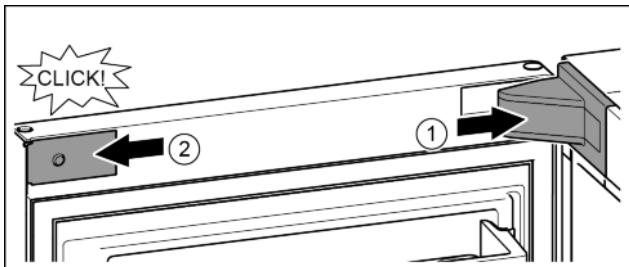

Fig. 18
- Поставете и фиксирайте капака на лагерната стойка, при нужда внимателно го натиснете настрани. Fig. 18 (1)
- Поставете странично капачката и я фиксирайте. Fig. 18 (2)